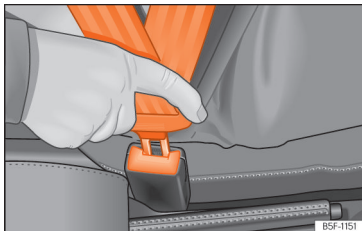

Fig. 10 Inserire la linguetta della cintura di sicurezza nella relativa chiusura.
- Incastrare la linguetta nella chiusura del relativo sedile »» » fig. 10.